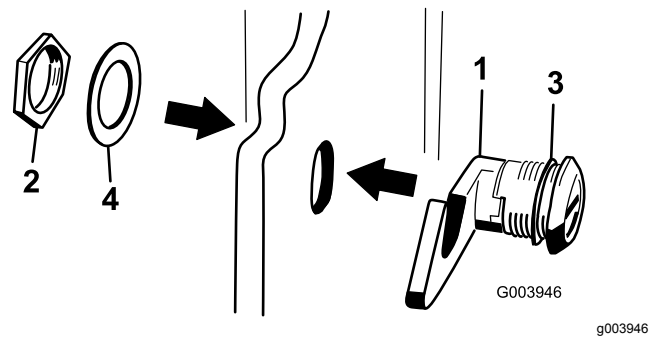

Bild 19
3. Nehmen Sie die Mutter vom Motorhaubenriegel ab (Bild 19).